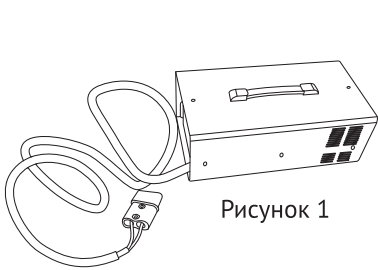

Рисунок 1
3. Отключите аккумуляторную клемму (1).
4. Возьмите зарядное устройство (Рисунок 1).